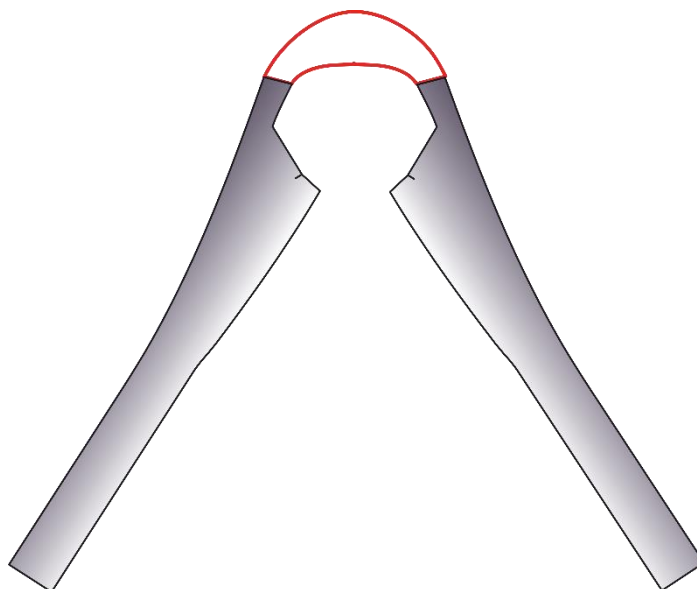

Рис. 10
24. Притачайте обтачку горловины спинки к подбортам по боковым срезам. Припуски швов разутюжьте (Рис.10).